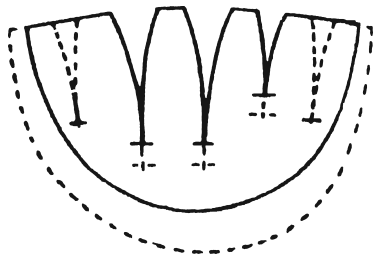

Рис. 800
• Чтобы определить поверхность первого слоя набивки, воспользуйтесь лекалом для верхней детали накладки и рис. 800 (сплошные линии). Наметьте вытачки (немного укоротив их длину), кроме двух, которые оказываются слишком близко к краям.